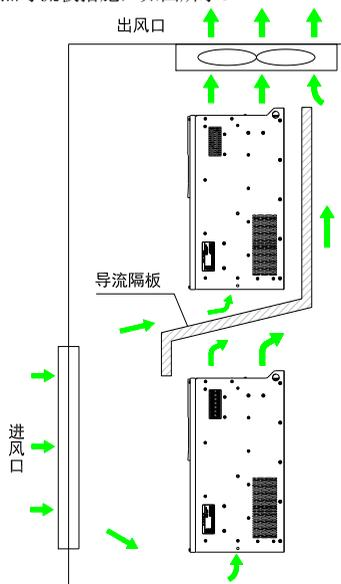

图 3-4 上下排安装要求
- 垂直向上安装变频器，便于热量向上散发。若柜内有多台变频器时，请并排安装。在需上下安装的情况，请参考图 3-4，安装隔热导流板；